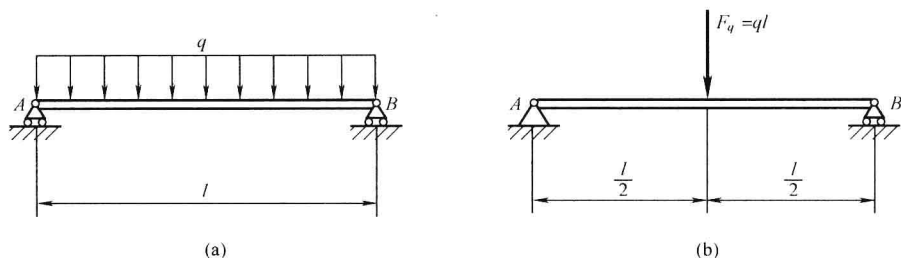

图 1-1-2 线均布力及其合力的作用点
2) 分布载荷：当载荷的作用范围与构件的尺寸相比是一个相当的量时，若简化为集中载荷，则会改变原载荷对物体作用的内效应。因此，不能简化为集中载荷，而应直接按分布载荷处理。均匀分布的载荷，称为分布载荷。在研究力对物体作用的外效应时，分布载荷与其合成结果的作用效应相同，两者可以互换；在分析构件的内效应时，分布载荷与其合成结果的作用效应则有很大的区别，两者不能互换。工程力学中，常见的有线均布力 [见图 1-1-2 (a)]，其线分布密度用  $q$  表示，单位为  $\text{N/m}$  或  $\text{kN/m}$ 。合力的大小  $F=ql$ ，方向与  $q$  的方向一致，作用点在均布力跨度的中点，如图 1-1-2 (b) 所示。